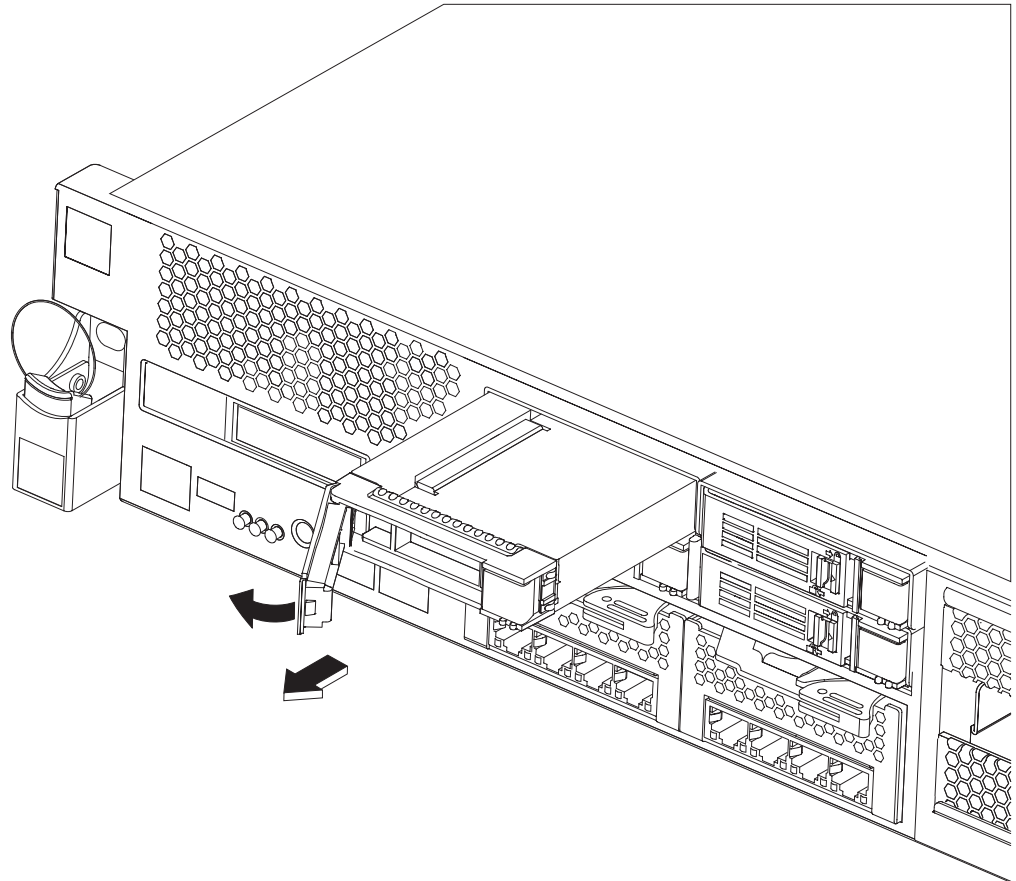

Figura 17. Extracción de un módulo de unidad de disco duro (Tipo 7199)
2. Pulse el botón azul y la palanca se abrirá. En la Figura 17 se ilustran los siguientes pasos.